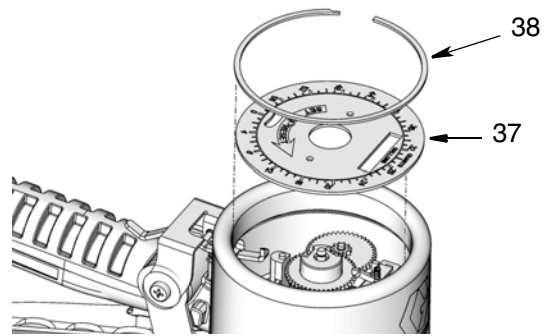

FIG. 33
3. Placer le cadran (37) et la grande bague d'attache (38) (FIG. 33).